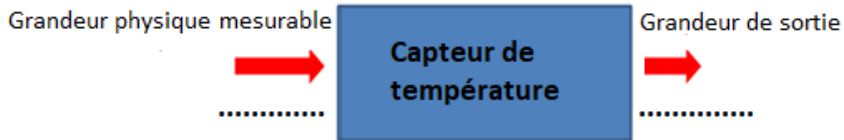

Figure 1
- A-6) Compléter la **figure 1** en précisant la grandeur mesurable et la grandeur de sortie du capteur (1pt)